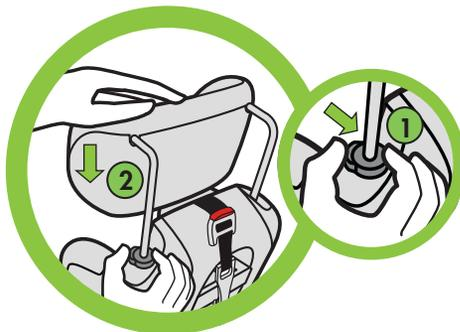

Figure 18b
- Appuyez sur le bouton de réglage du harnais, situé du côté gauche du siège (lorsqu'on se trouve à l'arrière du siège) (1) et poussez sur l'appui-tête jusqu'à ce qu'il se verrouille (2), comme sur la Figure 18b.